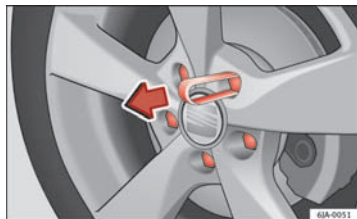

Fig. 120 Hjul: hjulbolte med dækkapper
- Skub plastikklemmen (hører med til bilens værktøj) på dækkappen, indtil den går i hak ⇒ Fig. 120.